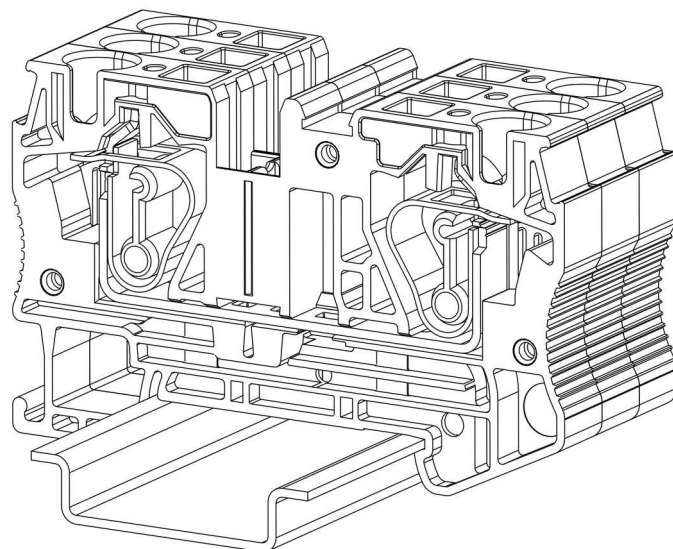

Рисунок 4 - блок клемм на монтажной рейке
- Сгруппируйте однотипные клеммы в блок с открытой боковой стенкой в одном направлении (рис. 4).